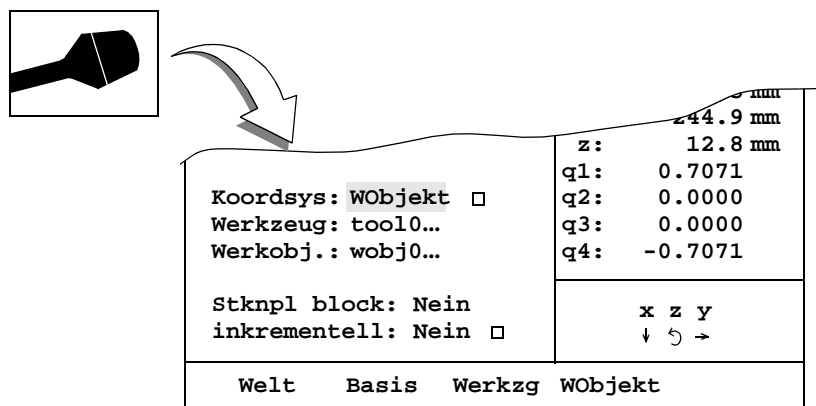

Bild 16 Angabe des Koordinatensystems im Fenster Bewegen.
- Das Feld **Koord** auswählen (siehe Bild 16).